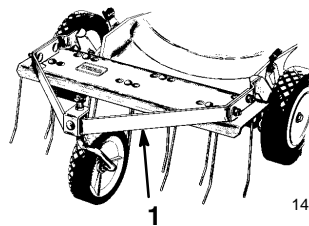

Figure 27
3. **Kit déchaumeur** — Se monte à l'avant de la tondeuse pour faciliter le maniement (Fig. 27). Les griffes à ressort détachent l'herbe morte, qui est aspirée dans le sac de ramassage pour une élimination aisée.